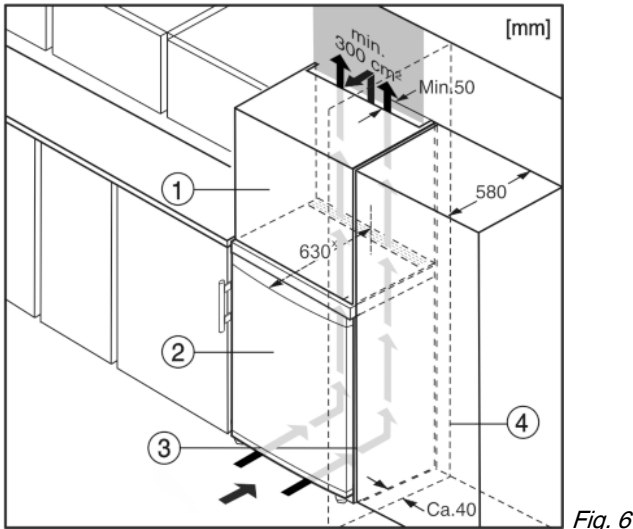

Fig. 6
Устройство может быть окружено предметами кухонной обстановки. Чтобы уравнять устройство Fig. 6 (2) по высоте с кухонной стенкой, можно установить над устройством соответствующий дополнительный шкафчик Fig. 6 (1).*
При комбинировании с кухонными шкафами (глубина макс. 580 мм) устройство можно установить непосредственно рядом с кухонным шкафом Fig. 6 (3). Устройство выступает сбоку на 34 мм^x и по центру на 50 мм^x относительно передней стенки кухонного шкафа.*
Если устройство установлено на шарнирах у стены Fig. 6 (4), то расстояние между устройством и стеной должно быть не менее 40 мм. Настолько выступает ручка при открытой дверце.